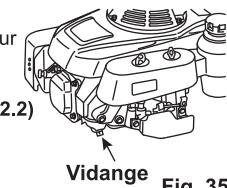

Fig. 35
- Vidangez le réservoir à carburant et le carburateur de l'essence qu'ils contiennent. (Voir Fig. 35)